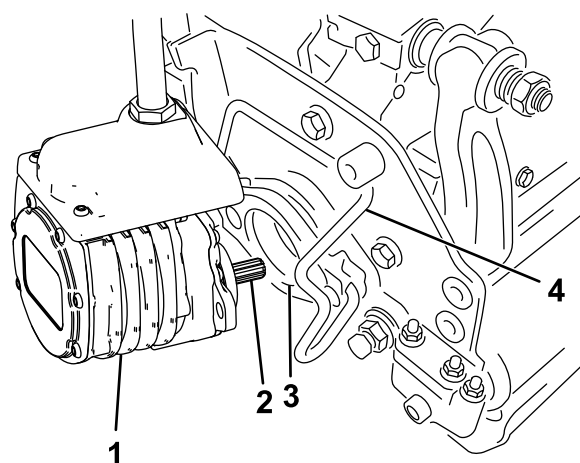

Figura 64
6. Revista o veio estriado do motor da unidade de corte com massa lubrificante limpa (Figura 64).
7. Insira o motor no lado esquerdo da unidade de corte (visto da posição do operador) e empurre a barra de retenção do motor na unidade de corte na direção do motor até ouvir um “clique” de ambos os lados do motor (Figura 64).